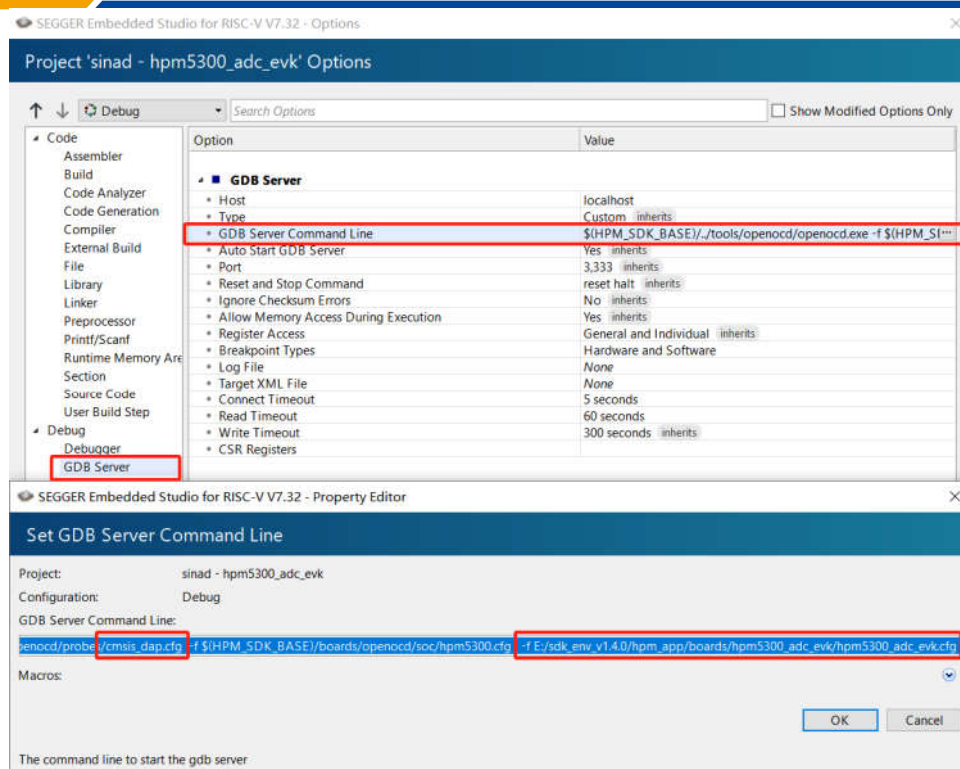

图 13: Segger Embedded Studio 修改GDB server配置
3. 下载hpm\_app\_vx.x.x.zip压缩包后解压到当前文件夹，打开解压后的文件夹，把hpm\_app文件夹整体拷贝到sdk\_env\_v1.4.0目录下，如图13所示：